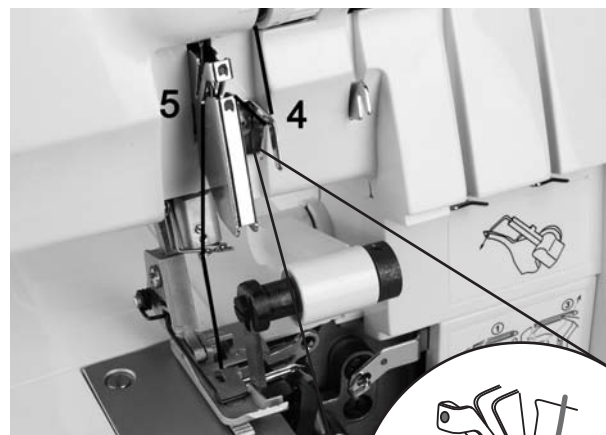

Fig. 32
4. Enfilez le fil en suivant les marques bleues (4 - 6) (Fig. 32/33).